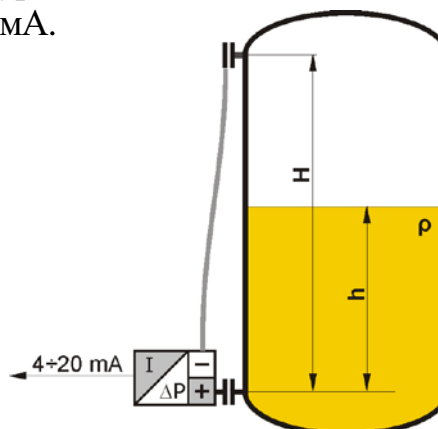

Рисунок 5
2.3.1.13.2 Конфигурирование преобразователя APR-2200/ALW для измерения уровня в закрытой емкости (рисунок 5):